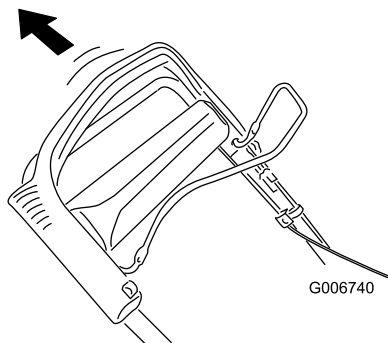

Bild 24
2. Ziehen Sie das obere Handgriffteil so weit wie möglich zurück (Bild 24).